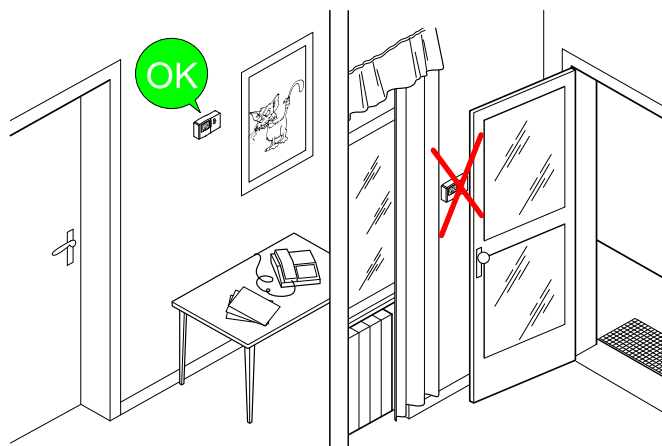

Fig. 1
1. Prima di procedere con il fissaggio a parete dell'apparecchiatura, bisogna innanzitutto scegliere il luogo più adatto e idoneo all'installazione per garantire un corretto funzionamento del dispositivo, facendo rif. a Fig. 1